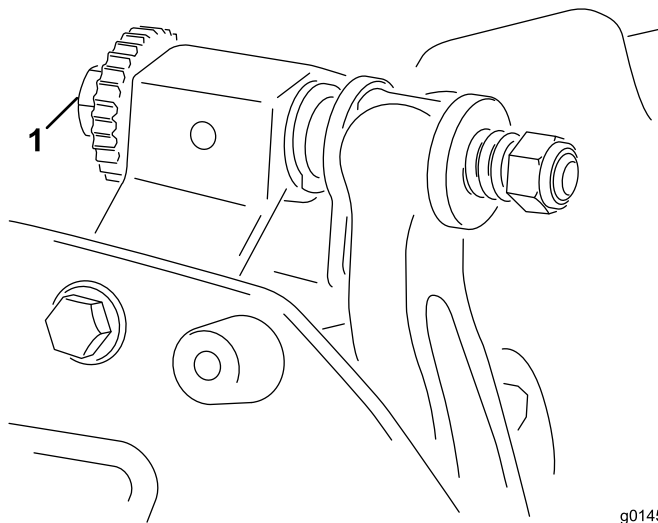

Figure 8
- A. Tournez les vis de réglage de la barre d'appui dans le sens horaire (Figure 8), 1 clic à la fois, jusqu'à sentir et entendre un léger contact.
6. Tournez la vis de réglage de la barre d'appui (Figure 8) jusqu'à ressentir une légère pression sur la cale quand vous la faites glisser d'un côté à l'autre. Retirez la cale.